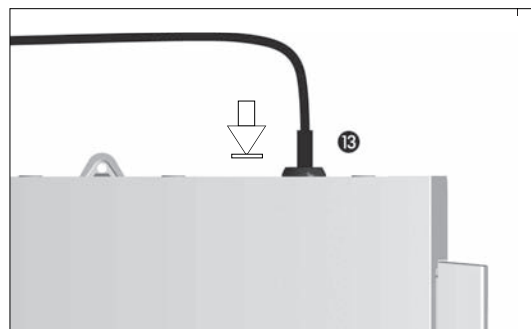

Abb. 2
D. Verbinden Sie das Kabel des Fußpedals mit dem zu diesem Zweck vorgesehenen Ausgang auf der Gehäuserückseite und richten Sie den Stecker mit Hilfe der Nut richtig aus **Abb. 2**.